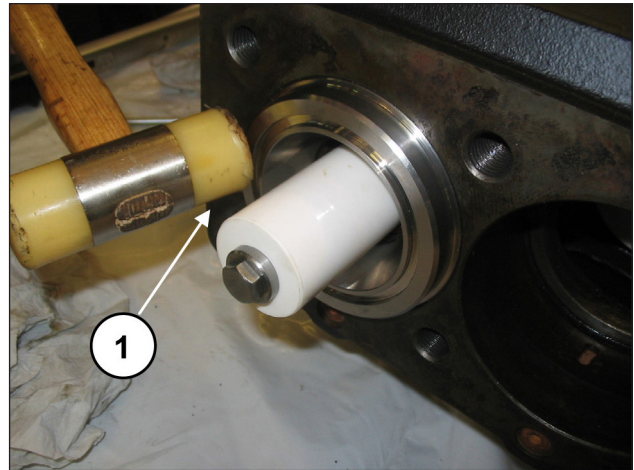
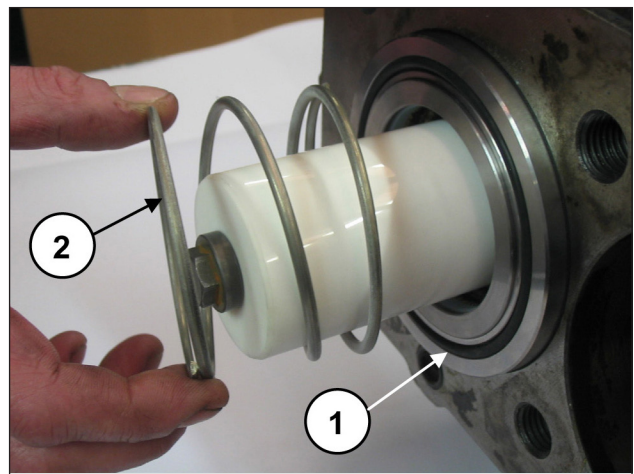

Fig. 181
Fig. 182
S'assurer que le dispositif de blocage chemise-support se positionne correctement au fond du logement (rep. ①, Fig. 181); monter le joint torique à l'avant de la chemise et le ressort (rep. ①②, Fig. 182).